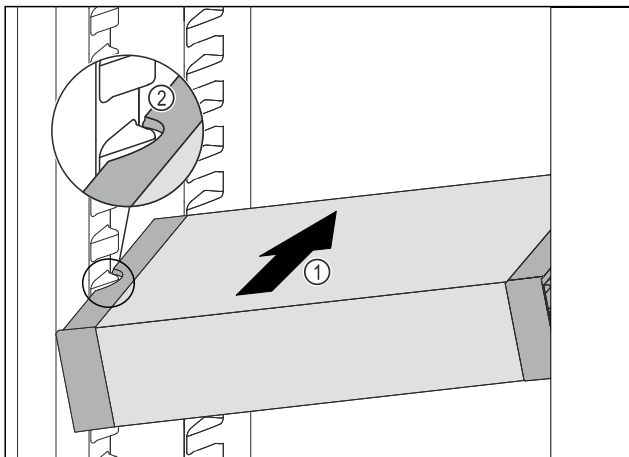

Fig. 84
- ▶ VarioSafe gurajte koso u hladnjak Fig. 84 (1) sve dok se bočni otvori Fig. 84 (2) ladice VarioSafe ne nađu na visini žlijeba spremnika u hladnjaku.